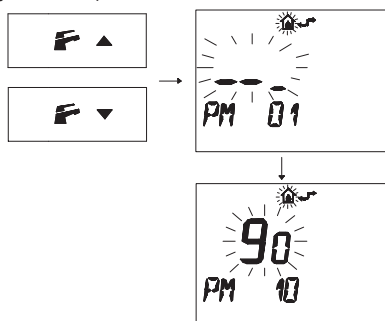

Рисунок 5.83
- Нажмите кнопки или , чтобы вывести на дисплей код "PM10" для выбора частоты повторного включения (Рисунок 5.83).
Рисунок 5.83 показывает заданное значение **90**, которое соответствует повторному включению приблизительно каждые 3 минуты.